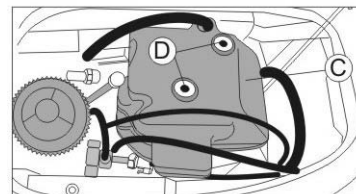

Abb. 33
- Den Deckel "C" abnehmen, nachdem man die 2 Flanschschrauben "D" abgeschraubt hat (Abb. 33).